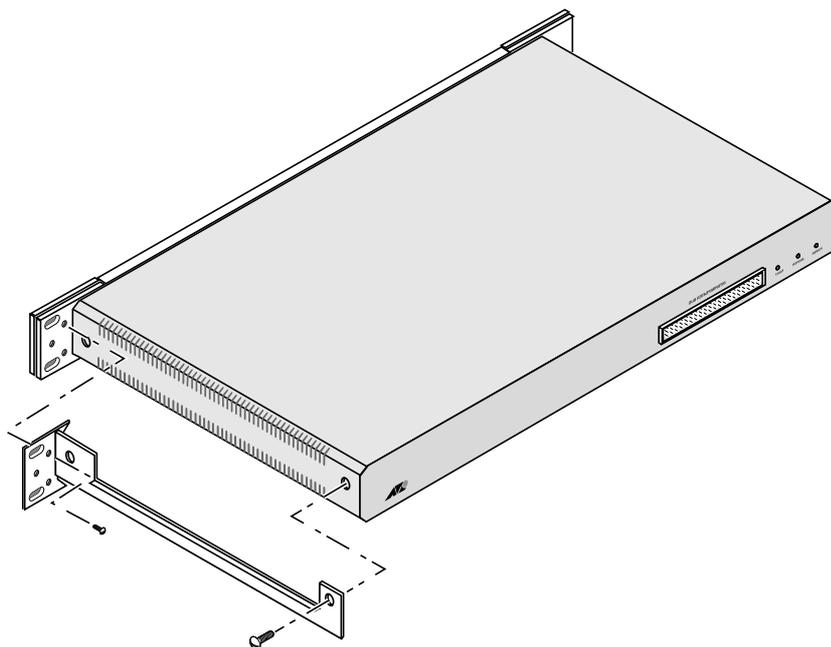

図 1.4 ガイドレールの取りはずし
- (3) TSシリーズのハブの左右のガイドレールをはずします（図 1.4 参照）。